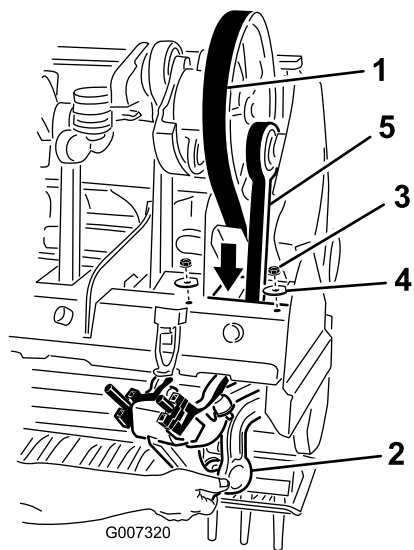

图39
7. 降低传动皮带穿过打孔头机架并绕过 1 号打孔臂的下端图39。
5. 松开并拆下固定 1 号打孔臂的 Rotalink 阻尼器的 2 个锁紧螺母和垫圈图39。